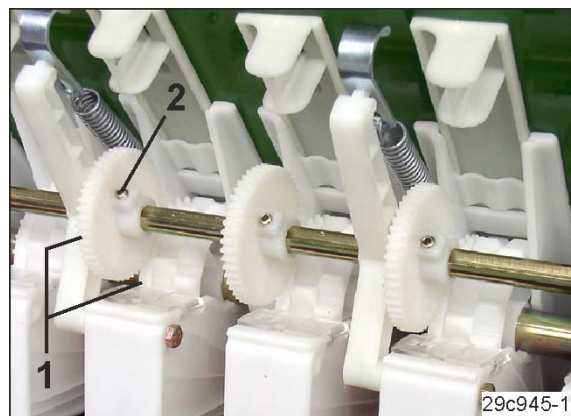

Fig. 244
6. Die Zähne (Fig. 244/1) von Antriebsritzel und Fahrgassenfeinsräder in Eingriff bringen.
7. Die Innensechskantschrauben (Fig. 244/1) der Antriebsritzel in der Aussparung der Vorgelegewelle spannungsfrei anziehen.